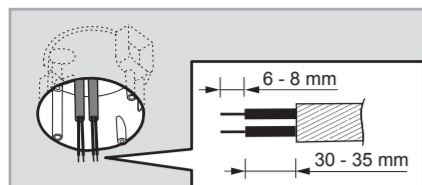

Abb. 8
4.4.1.2 Ziehen Sie die Stromkabel aus der EN-Abzweigdose und trennen Sie zur Verkabelung 6 - 8 mm der Kabelummantelung ab (s. Abb. 8).